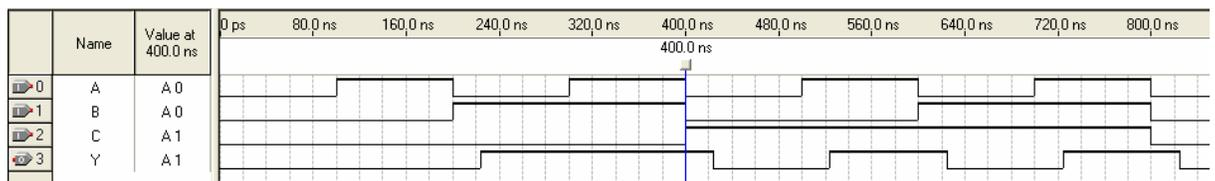

Figura 3 – Resultados da simulação do MUX 2:1.
- Veja finalmente na tela de simulação o resultado expresso nas saídas. Analise sempre as formas de onda para verificar se são consistentes. Veja na Figura 3.